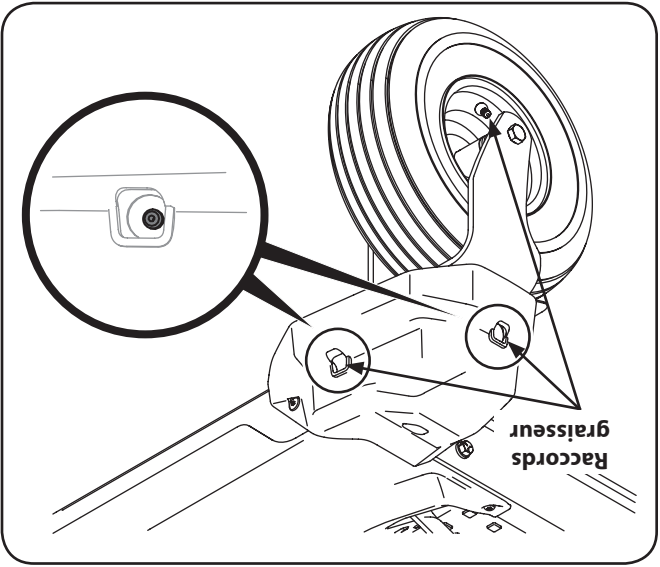

Figure 6-2
3. Desserrez, sans le retirer, le boulon hex. sur le crochet de support gauche arrière du plateau de coupe. Voir la Figure 6-2